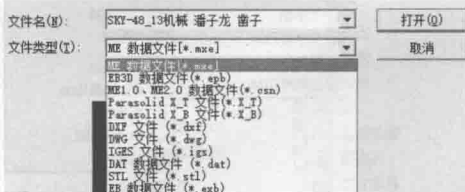

图 1-11 打开文件类型
② 选择相应的文件类型并选中要打开的文件名,单击  按钮,即可打开该文件,在【文件类型】选项中可以选打开的文件类型,如图 1-11 所示。